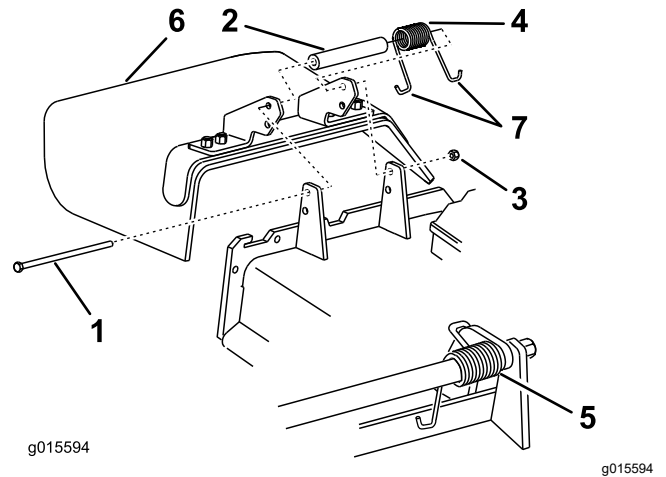

Figura 108
**Nota:** Asegúrese de colocar un extremo con gancho en J del muelle detrás del reborde de la carcasa antes de instalar el perno, según se muestra en Figura 108.
6. Coloque 1 extremo en J del muelle alrededor del deflector de hierba (Figura 108).
1. Retire la contratuerca, el perno, el muelle y el espaciador que sujetan el deflector a los soportes de pivote (Figura 108).
2. Retire el deflector de hierba dañado o desgastado (Figura 108).